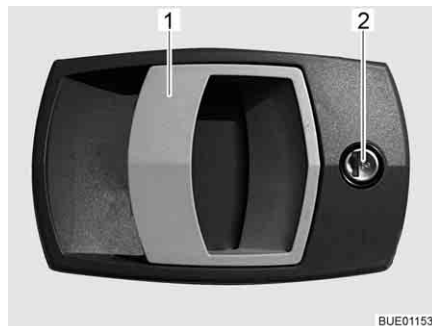

Bild 29 Dörrlås ingångsdörr, utsida
Öppna: ■ Stick in nyckeln i låscylindern (Bild 29,2) och vrid den ända tills dörrlåset har låsts upp.
■ Drag i dörrhandtaget (Bild 29,1). Dörren är öppen.
Låsa: ■ Stick in nyckeln i låscylindern (Bild 29,2) och vrid den ända tills dörrlåset har låsts.